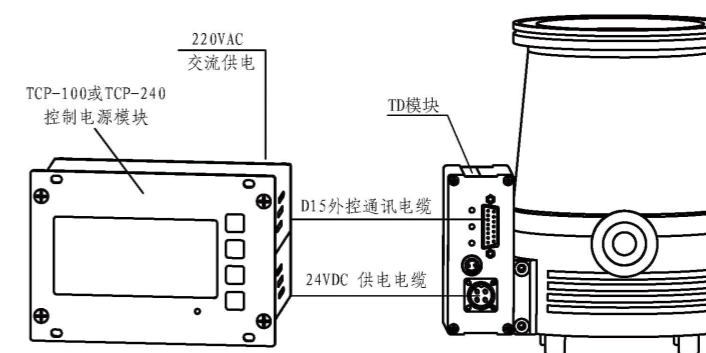

图 5 220VAC 供电方案
分子泵 + TD 驱动模块 + TCP 控制电源模块的组合连接方法参见图 5。分子泵、TCP 具体使用说明详见《KYKY 仪器用分子泵说明书》、《TCP (TC) 控制电源模块说明书》。